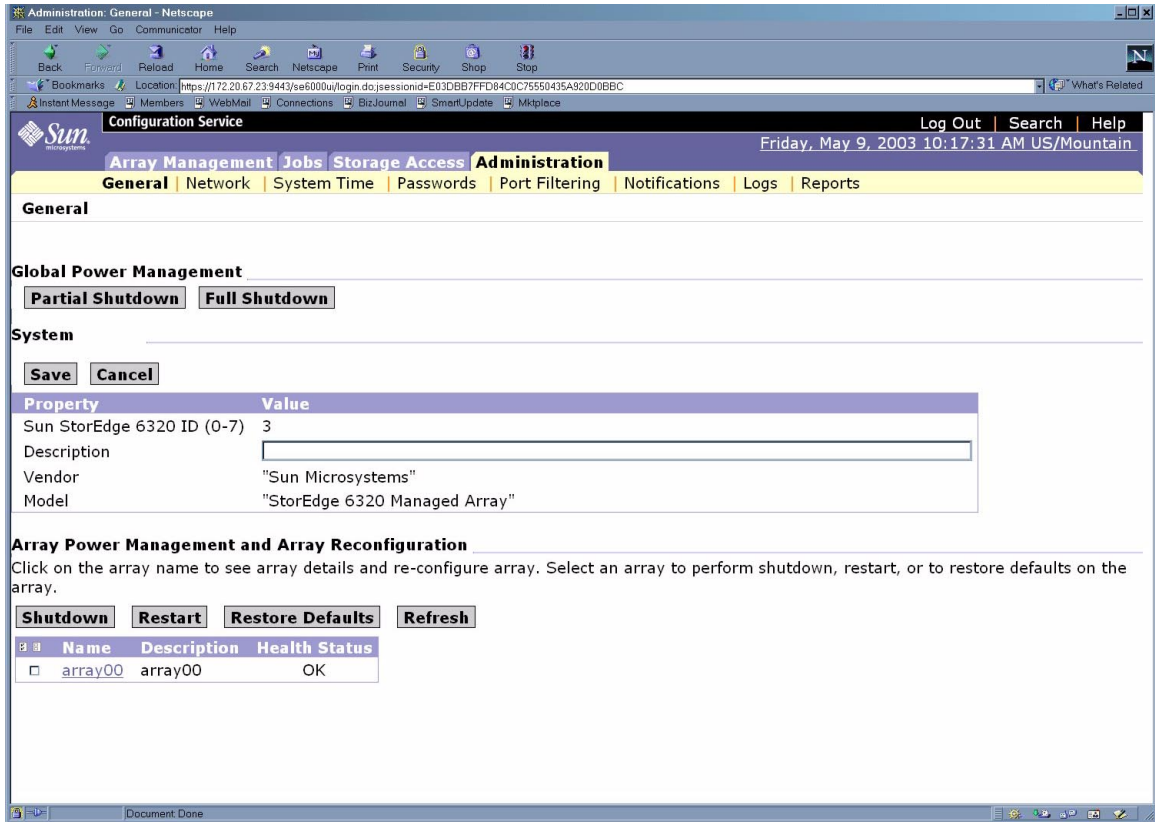

図 B-9 「管理一般 - 部分停止」ページ
6. 「管理一般」ページが表示されます。図 B-9に示すように「部分停止」をクリックします。